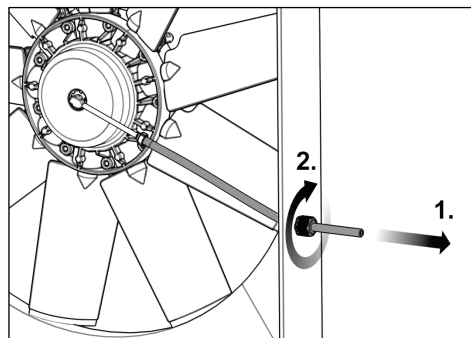

Fig. 32
24) Span de drukslang (zie Fig. 32 stap 1) zo aan dat de luchtinlaatcombinatie iets kan draaien (max. 15°).
25) Zet de drukslang vast met de trekcontlasting (zie Fig. 32 stap 2).